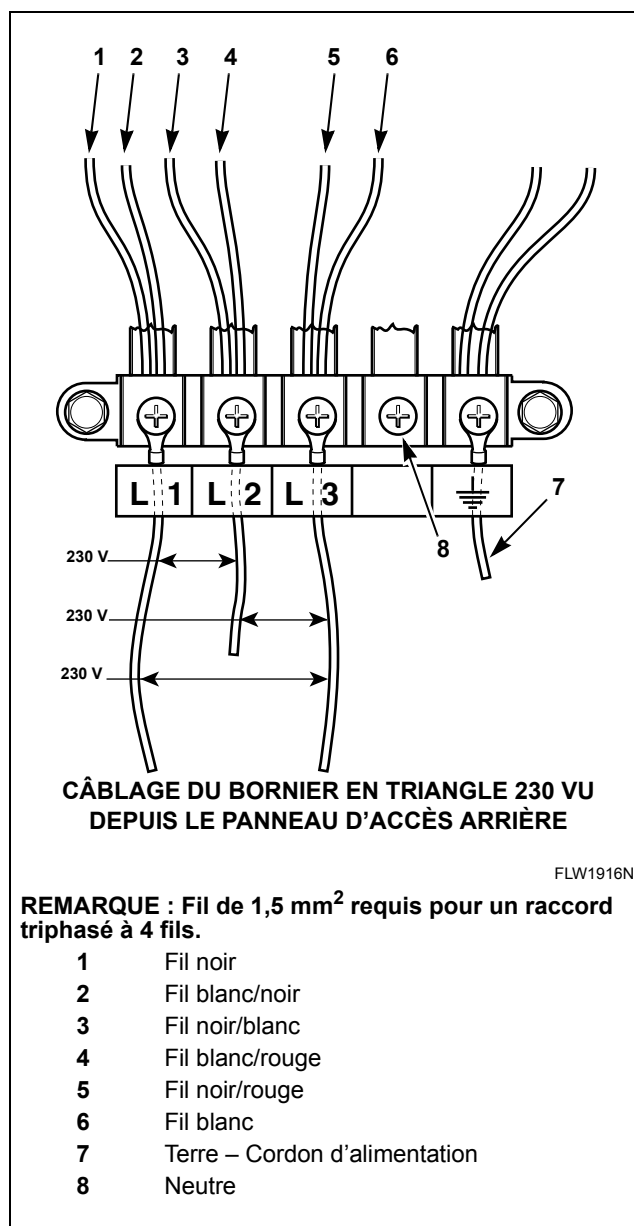

Figure 23
9. Apposer une étiquette 801292, fournie avec la machine, sous le bornier. Se reporter à la *Figure 23*.
10. Raccorder les fils du cordon d'alimentation comme sur la *Figure 23*.